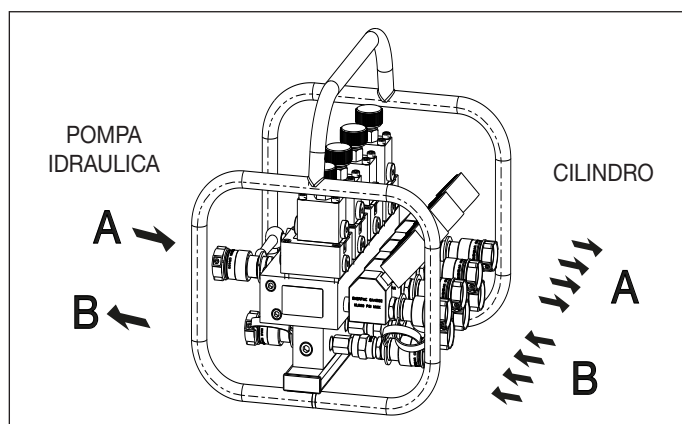

Figura 3, Schema dei collegamenti per il collettore SFM42
Fare riferimento alla Figura 3.
- Estendere il cilindro: Selezionare la portata desiderata per ogni uscita sulla manopola di ciascuna valvola di controllo. Regolare la valvola di sicurezza della pompa idraulica principale a 1,500 - 2,900 psi [100 - 200 bar] in più rispetto alla pressione di esercizio dei cilindri. Azionare la pompa idraulica e la valvola direzionale in modo che il flusso dell'olio sia diretto a una velocità controllata dalla pompa idraulica all'ingresso "P" del collettore a flusso separato. Assicurarsi che la valvola di abbassamento venga chiusa manualmente in senso orario prima di azionarla. Il flusso dell'olio sarà diretto dall'uscita "A" alla camera grande del cilindro per estendere lo stantuffo (vedere la Figura 3). Il flusso dell'olio torna al serbatoio attraverso la porta "B".